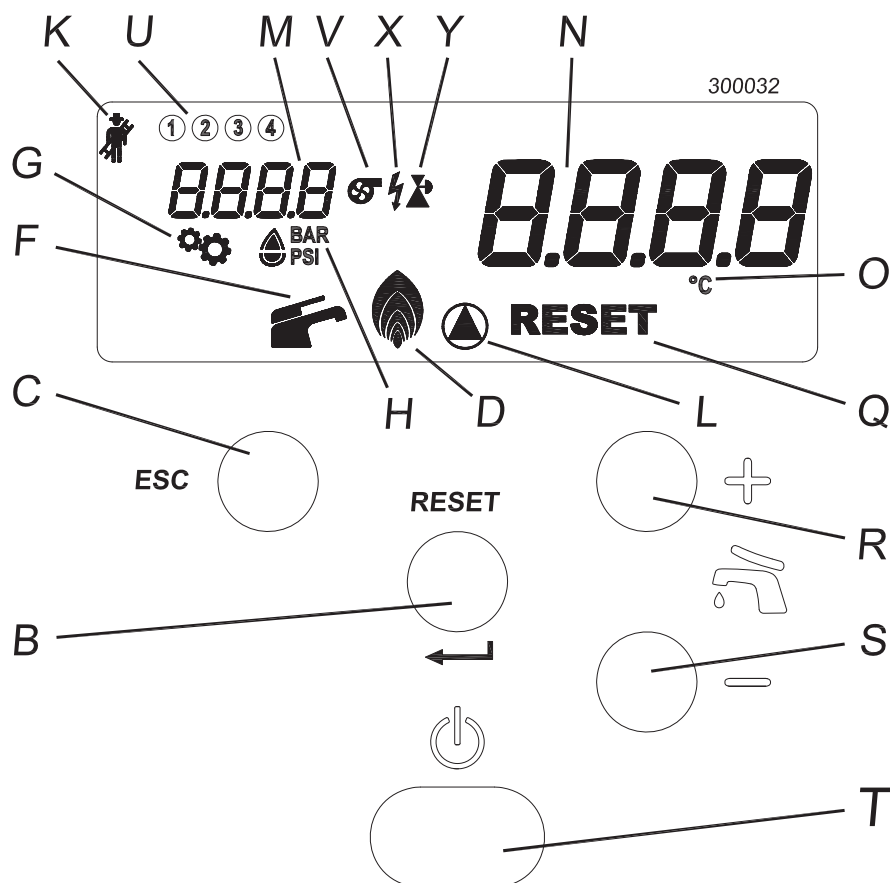

Figura 7-1 - Quadro comandi
- 1.-accendere l'apparecchio tramite l'interruttore "T" di Figura 7-1;
Legenda Figura 7-1
Se l'apparecchio deve rimanere spento per un tempo relativamente breve (qualche giorno e comunque senza che vi possa essere un rischio di gelo), è sufficiente togliere tensione dall'interruttore "T" di Figura 7-1.
. Premuto uno dei due tasti, il visore "N" (Figura 7-1) comincia a lampeggiare e a mostrare la temperatura che si sta impostando. Il campo di regolazione entro il quale si può regolare la temperatura del sanitario va da 40°C a
dell'icona  "F" (Figura 7-1).
Premendo il tasto RESET per 2 secondi si accede al Menù "utente". Il visore "M" di Figura 7-1, comincia a mostrare il parametro **100 l** ad indicare all'utente l'avvenuto cambio di modalità.